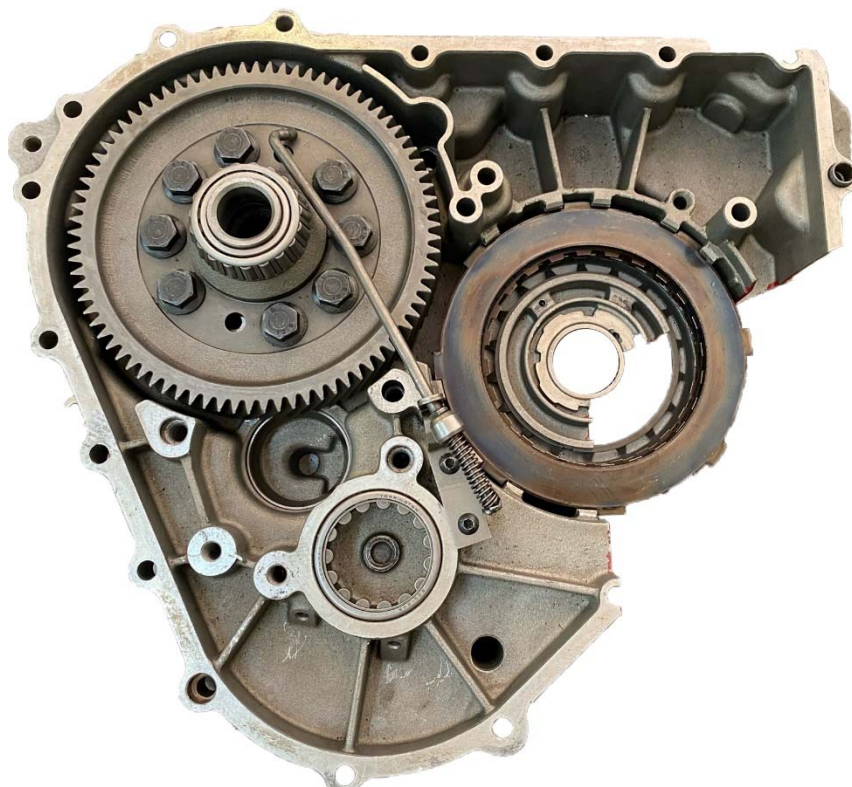

Рисунок 89 – установка стальных и фрикционных дисков тормоза в крышку картера.
- установить стальные и фрикционные диски тормоза коронной шестерни попеременно в крышку картера (рисунок 89);